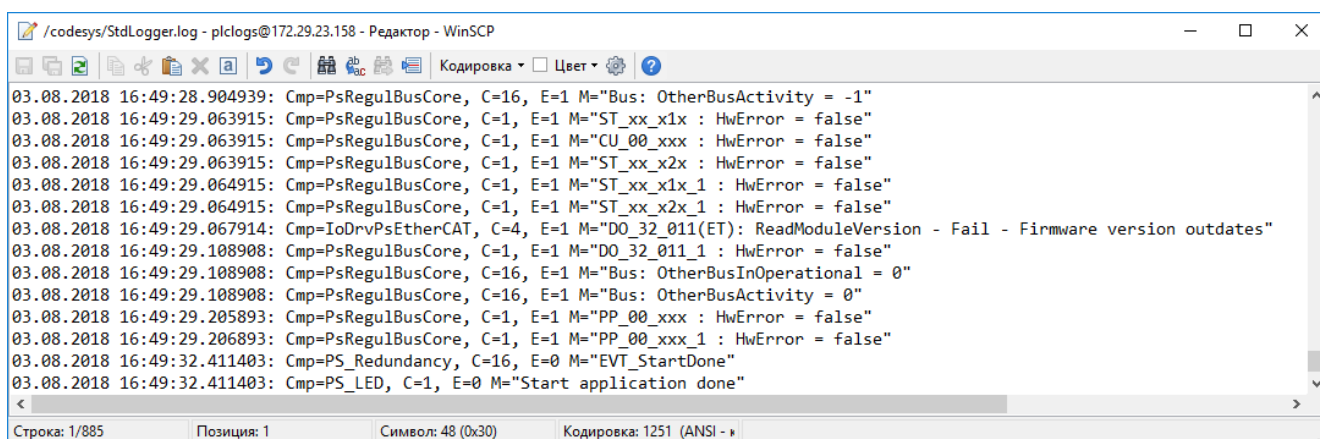

Рисунок 176 – Полный журнал событий
- откройте журнал с помощью редактора FTP-клиента (Рисунок 176). Временная метка для каждого события содержит данные с точностью до микросекунд.